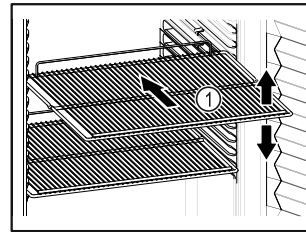

Fig. 63 例图
- 如果存放格栅 Fig. 63 (1)可移动，则根据高度进行调整。